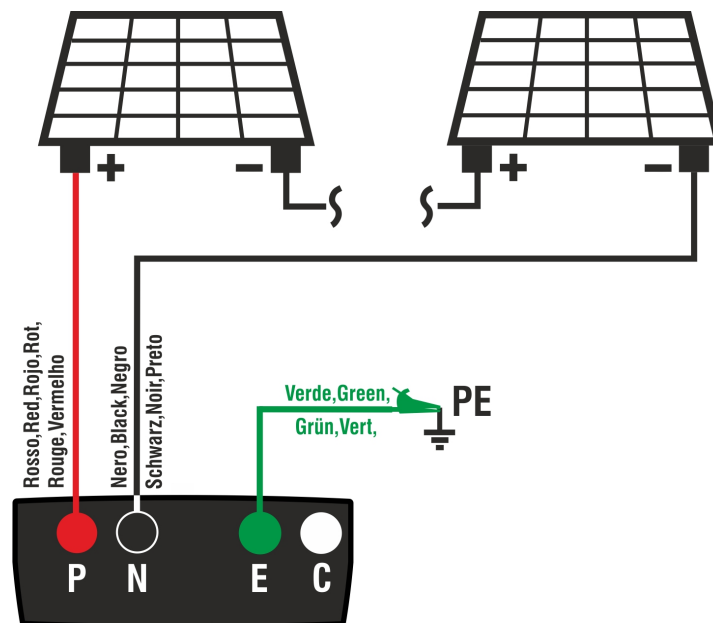

Abb. 9: Verbindung des Geräts für Isolationsmessung in Betriebsmodus GFL
8. Verbinden Sie das Gerät mit dem zu prüfenden PV-String, wie in der Abb. 9 gezeigt. Bitte beachten Sie, dass eventuelle, mit den Kabeln des Strings verbundenen Überspannungsableiter abgetrennt werden müssen, und dass es empfohlen ist, die Messung vor eventuellen Blockdioden durchzuführen.